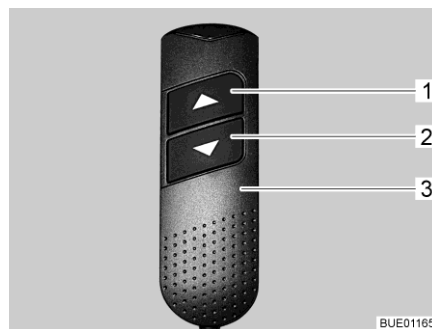

Fig. 106 Commande manuelle
- Rentrer :* ■ Sur la commande manuelle (Fig. 106,3), appuyer sur la touche "▼" (Fig. 106,2) et la maintenir pressée. Le pied rentre. Les têtes se relèvent.
- Sortir :* ■ Sur la commande manuelle (Fig. 106,3), appuyer sur la touche "▲" (Fig. 106,1) et la maintenir pressée. Le pied sort. Les têtes s'abaissent.
- Sur la commande manuelle (Fig. 106,3), appuyer sur la touche "▼" (Fig. 106,2) ou sur la touche "▲" (Fig. 106,1) jusqu'à ce que la position désirée soit atteinte. Les têtes restent dans la position désirée.